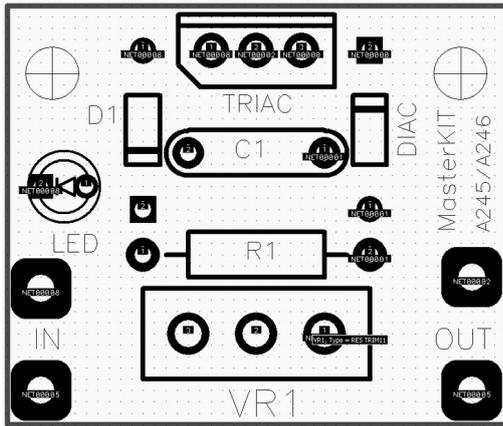

Рис.5 Монтажная схема
3. Установите все детали согласно рис. 5 в следующей последовательности: сначала резистор R1, диодистор DIAC, диод D1, конденсатор C1, светодиод LED, штырьевые контакты, а затем симистор TRIAC и переменный резистор VR1.